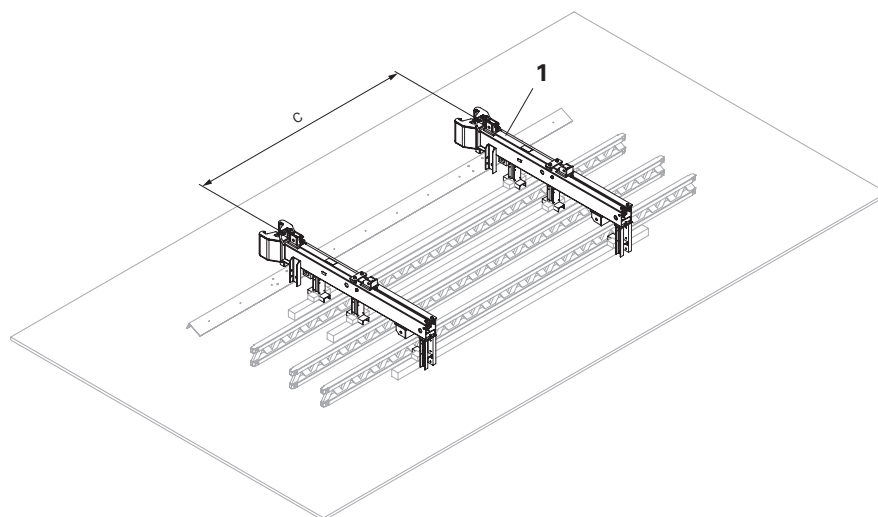

Fig. B4.05
2. Fissare la traversa ACS (**1**) alla gru e abbassarla in posizione di montaggio utilizzando l'angolo (**2**). (Fig. B4.05)